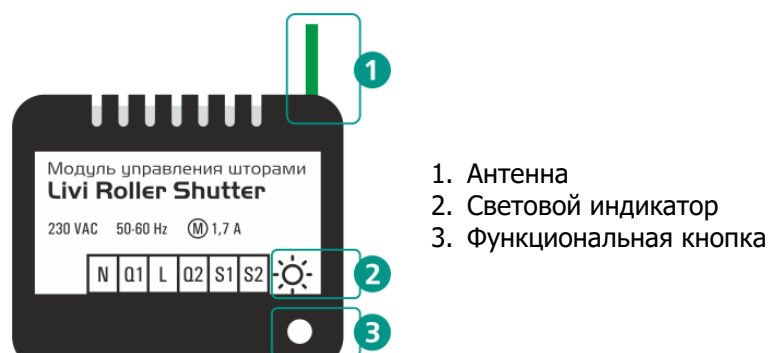

Рисунок 2.1 — Внешний вид модуля
- При установке модуля в подрозетник выключателя, выведите антенну (1, рисунок 2.1) наружу и разместите под пластиковой рамкой выключателя. Чем дальше антенна будет расположена от металлических конструкций, тем меньше шанс экранирования радиосигнала. Ни в коем случае не укорачивайте антенну.